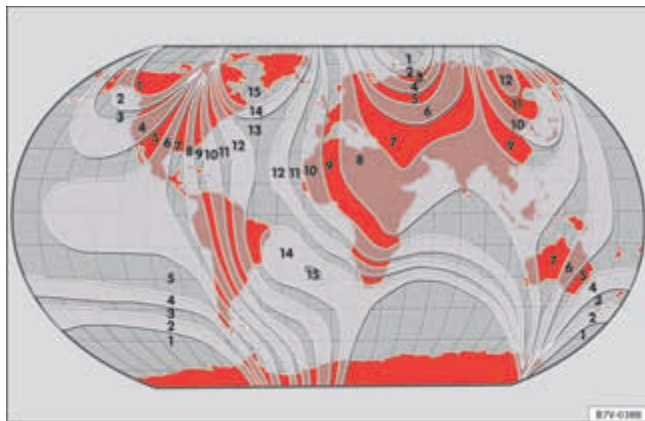

Fig. 37 Zonas magnéticas.
- Seleccionar la zona magnética correspondiente a la situación del vehículo ⇒ fig. 37.